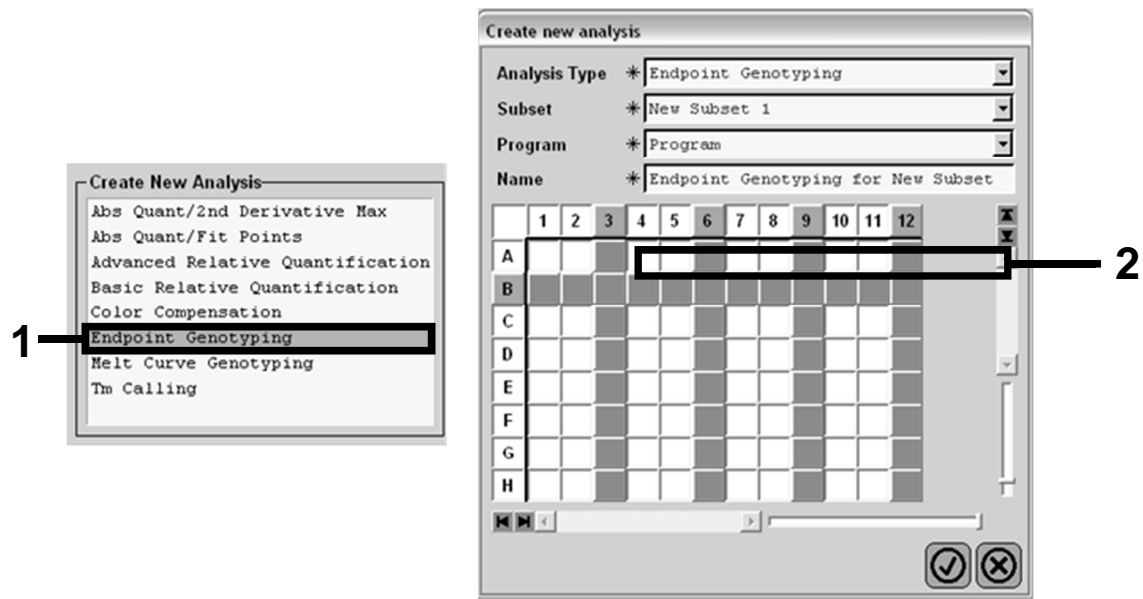

Figura 23. Selezione del tipo di analisi e del sottotipo da analizzare.
- Nella finestra di dialogo "Create New Analysis" (Creazione nuova analisi) selezionare "Endpoint Genotyping" (Genotipizzazione end-point), quindi selezionare il sottoinsieme da analizzare nel menu Subset (Sottoinsieme) (Figura 23).